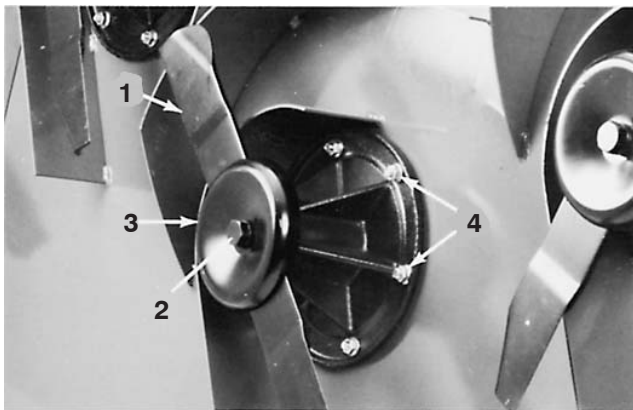

Bild 63
2. Fassen Sie das Ende des Messers mit einem stark wattierten Handschuh oder Lappen an. Entfernen Sie die Messerschraube, die Sicherungsscheibe, Antiskalpierschale und das Messer von der Spindel (Bild 63).